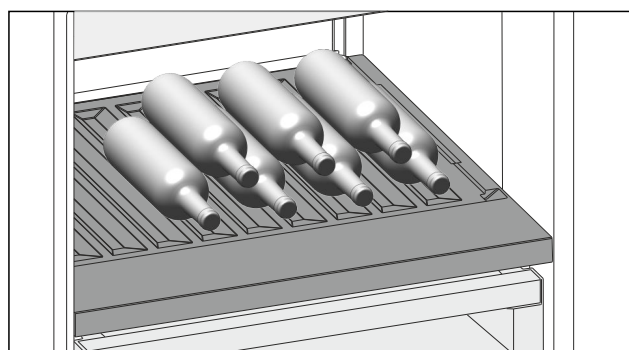

Fig. 143
- ▶ Помістіть пляшки дном у напрямку до задньої стінки. (див. Fig. 143)